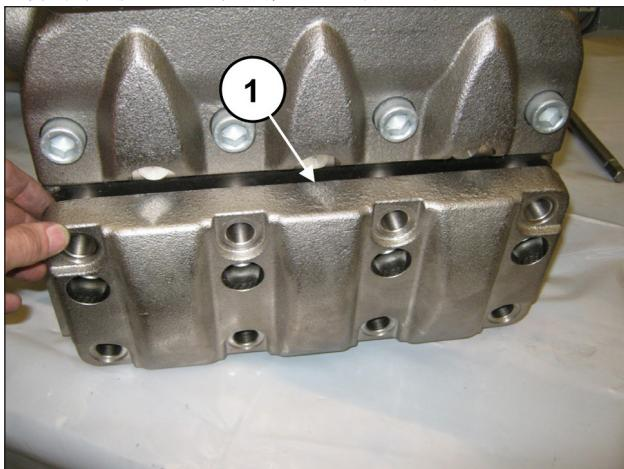
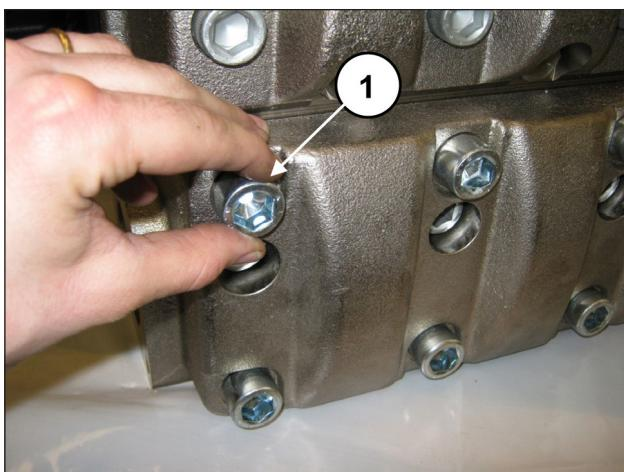

图 154
图 155
吸入阀组安装完毕后，盖上吸入阀的盖子(位置①，图 154)，并拧紧8颗M18x50螺丝(位置①，图 155)。